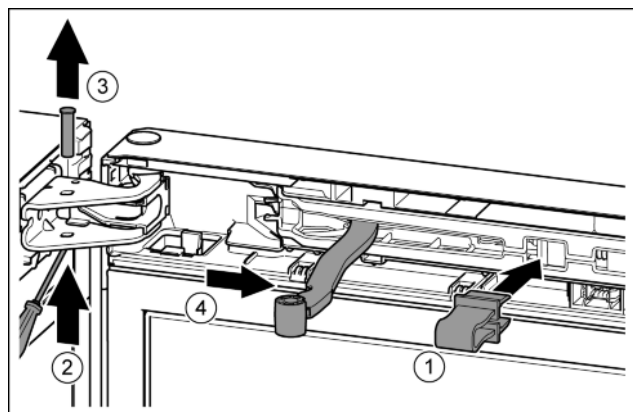

Fig. 8
- Poistku zaklapnite v otvore. Fig. 8 (1)
- Čap vysuňte skrutkovačom. Fig. 8 (2)
- Čap vyberte nahor. Fig. 8 (3)
- Kĺb otočte v smere dverí. Fig. 8 (4)